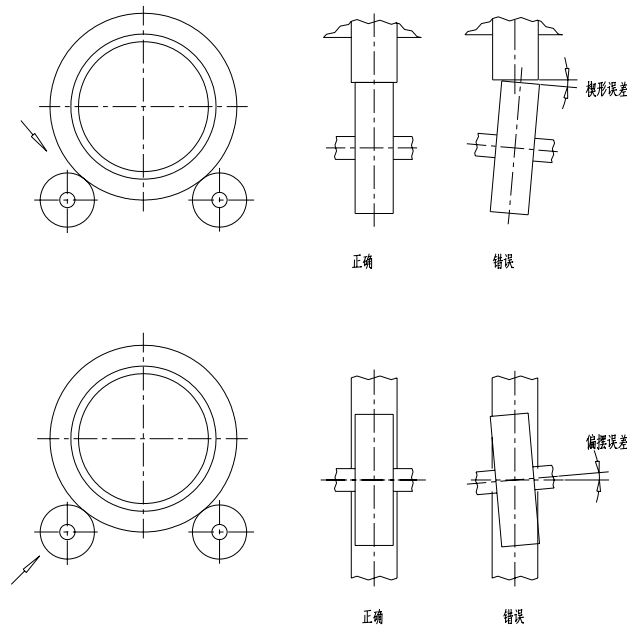

图 12 支承辊轮安装误差调试
- c) 调节四个支承辊轮，消除支承辊轮在安装时产生的两个主要误差（楔形误差和偏摆误差）（见图 12），务必使四个支承辊轮与滚筒上的前后滚圈完全贴合，且辊轮轴线对机架对称平面的对称度不大于 $\pm 1\text{mm}$ 。